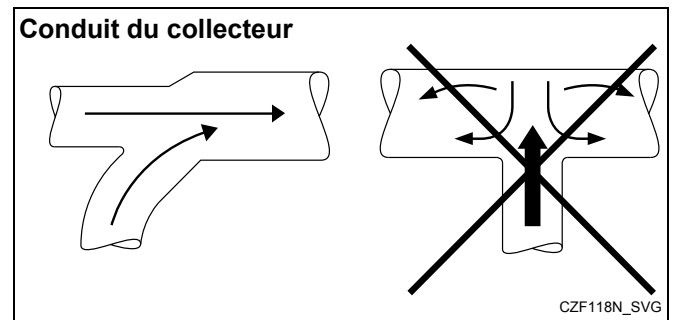

Figure 14
- Le conduit du collecteur doit être correctement orienté, voir *Figure 14*. Chacun des conduits de la repasseuse doit entrer dans le conduit du collecteur à un angle de 45° et être orienté dans le sens du débit.
REMARQUE : Le conduit de la repasseuse et le conduit du collecteur ne doivent jamais être reliés à 90°. Voir Figure 14. La pression de retour serait alors excessive et les performances en seraient affectées. Ne branchez jamais directement deux conduits d'évacuation de repasseuse ensemble au même point d'entrée du conduit du collecteur.